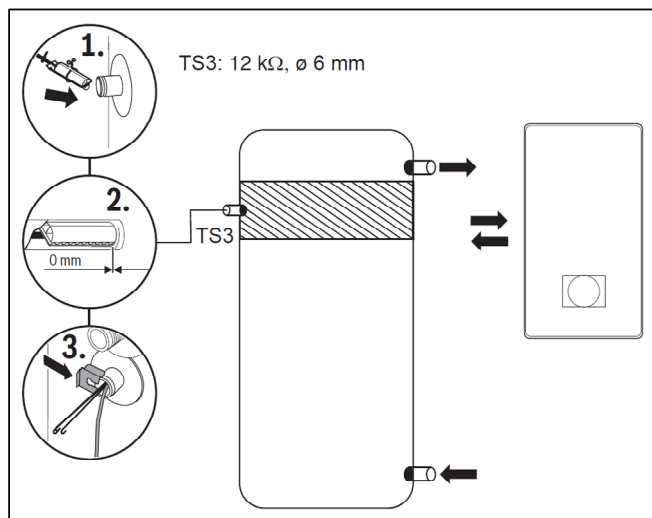

Bild 1: Position Temperaturfühler TS3
- Position des Temperaturfühlers TS3 bei **getrenntem Warmwasser- und Pufferspeicher** (→ Bild 1)